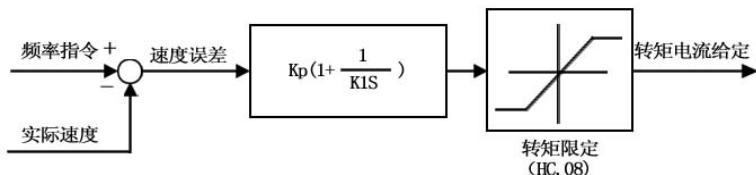

图 6-4 速度调节器简化框图
1. 速度调节器（ASR）的构成如图6-4 所示。图中KP 为比例增益P，KI 为积分时间I。积分时间设为0（HC.01=0）时，则无积分作用，速度环为单纯的比例调节器。